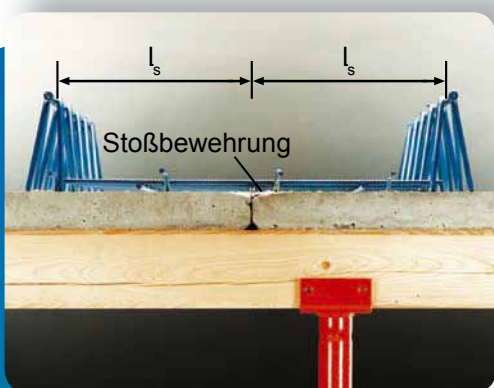

Bild 6
- Stoßfugenbewehrung gemäß Angaben im Verlegeplan verlegen. Sie muss mindestens um das im Plan angegebene Maß  $l_s$  über den Plattenstoß reichen (siehe Bild 6).